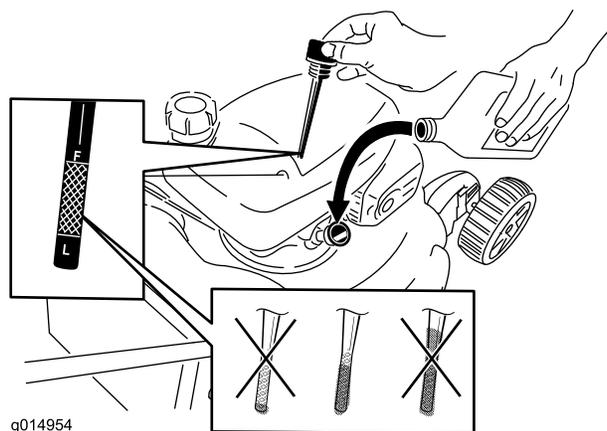

Figura 37
6. Rimuovete l'asta di livello dal tubo di riempimento dell'olio (Figura 37).
12. Rimuovete l'asta di livello e controllate il livello dell'olio; fate riferimento a Figura 37.
- Se il livello dell'olio è troppo basso, aggiungete lentamente una piccola quantità di olio nel relativo tubo di riempimento, quindi ripetete le fasi da 10 a 12 fino a raggiungere il livello corretto mostrato in Figura 37.